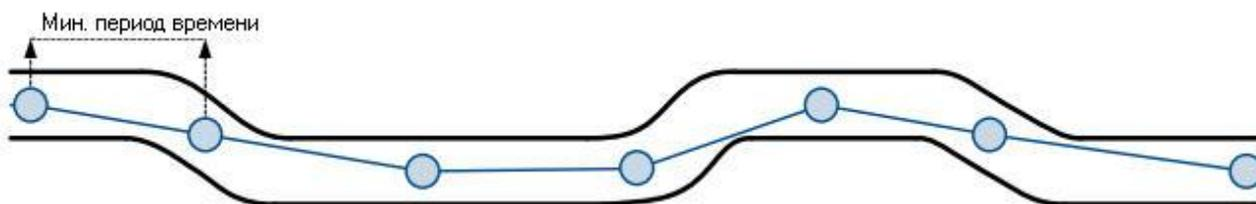

Рисунок 36 Трекинг по времени
**Сбор данных по времени** (рис. 36) — записи производятся через одинаковые заданные временные интервалы. Ввод значения нуль означает, что сбор данных по времени производится не будет. Данный метод оптимально подходит для основного обновления положения.